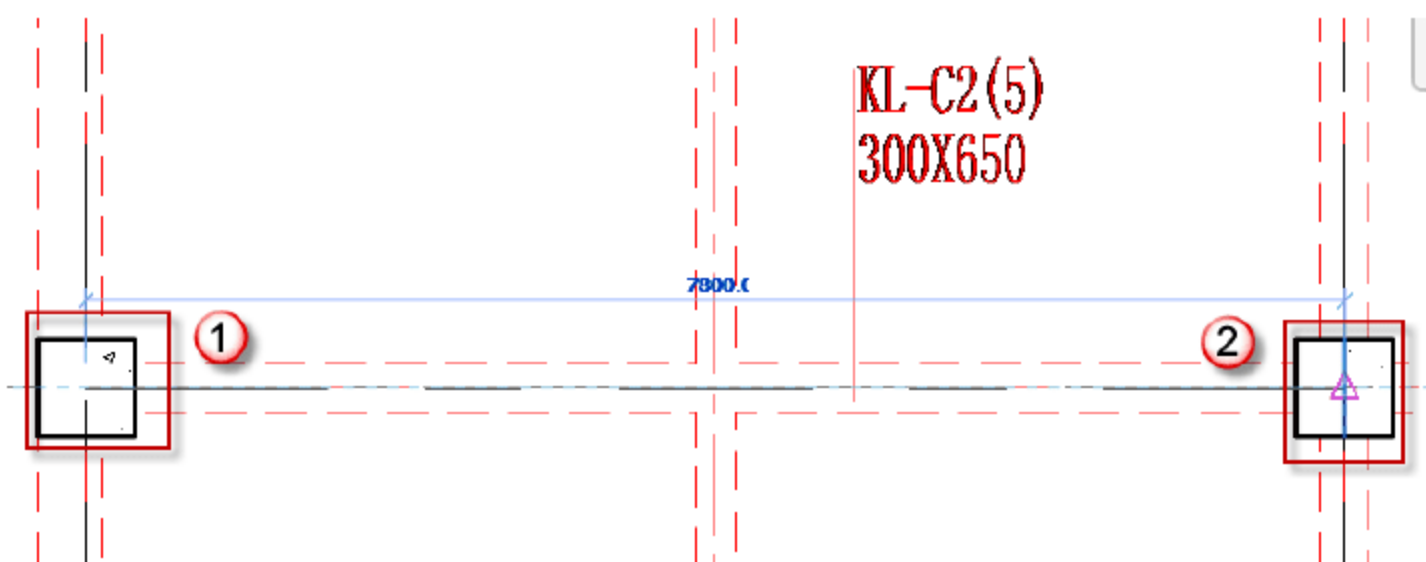

图 4.2.24 绘制 KL-C2
(24) 绘制矩形框架梁 KL-C2, 按快捷键 B+M, 放置平面为“标高 2”平面视图, 先单击起始柱的中心为起点, 后单击终止柱的中心为终点, 如图 4.2.24 所示。